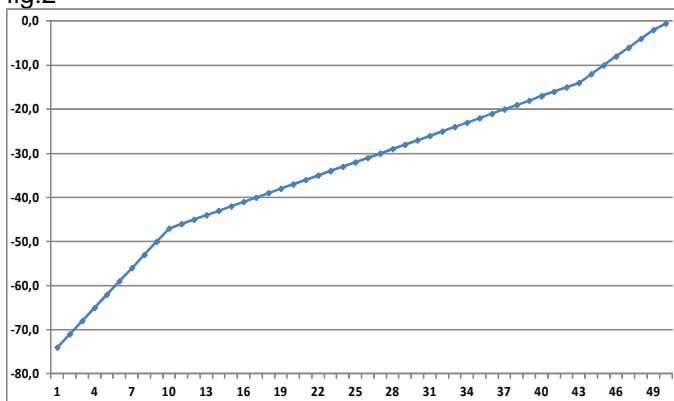

fig.3
3. Courbe #3 - Cette courbe optimise l'écoute à mi-volume (fig. 3).